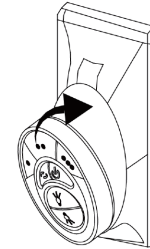

Figura 24
Paso 1. Para colocar el transmisor en la placa de pared, coloque primero el extremo inferior y luego presione la parte superior en la placa de pared. El transmisor ahora está sujeto a la placa de pared y funcionará desde aquí. (Figura 24)